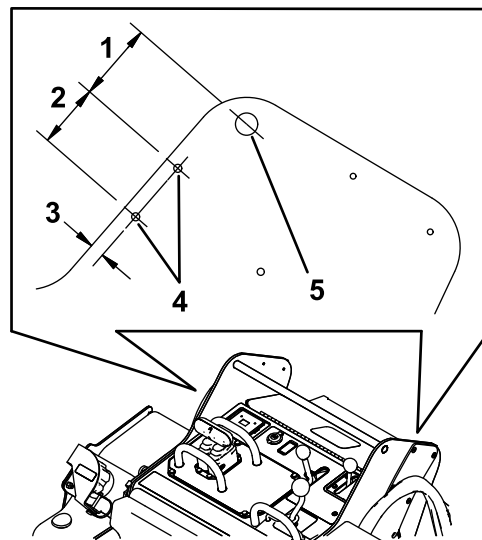

Figura 6
- Misurate a partire dai bordi del telaio come illustrato in Figura 6 e contrassegnate la posizione dei fori per il montaggio della staffa dello schermo di protezione.